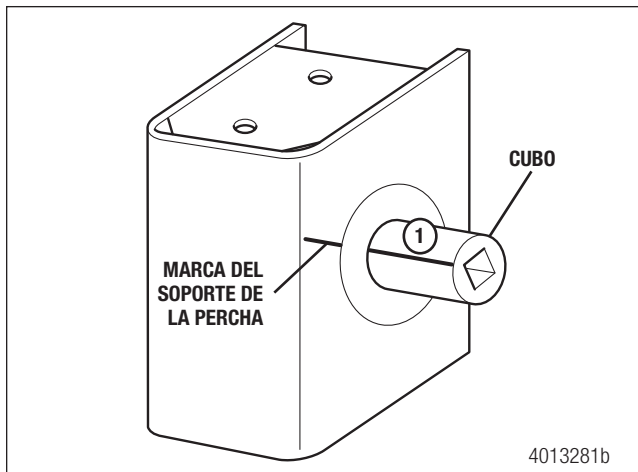

Figura 7.8
- c. Coloque el cubo sobre la contratuerca y coloque una marca sobre el soporte de la percha (no sobre la arandela de alineación), donde quede alineada con la marca #1 del cubo. Figura 7.8.